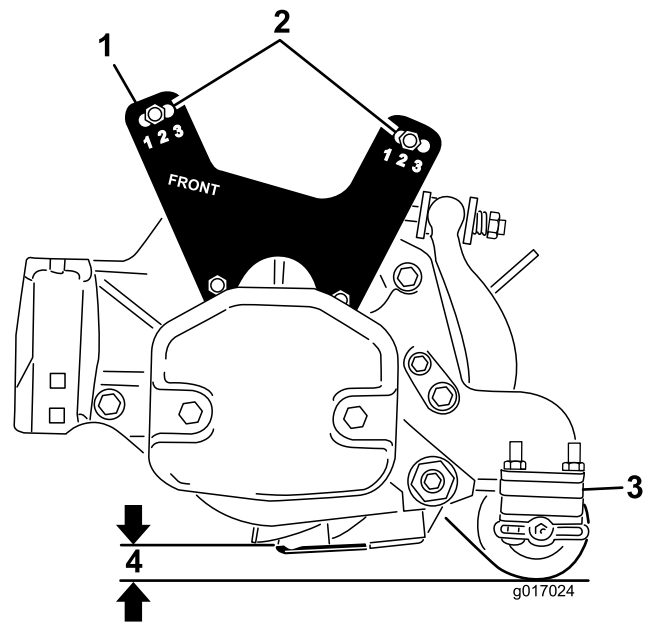

图20
- 如 图20 所示将滚刀组降低到地面上测量地面与底刀顶部之间的距离。